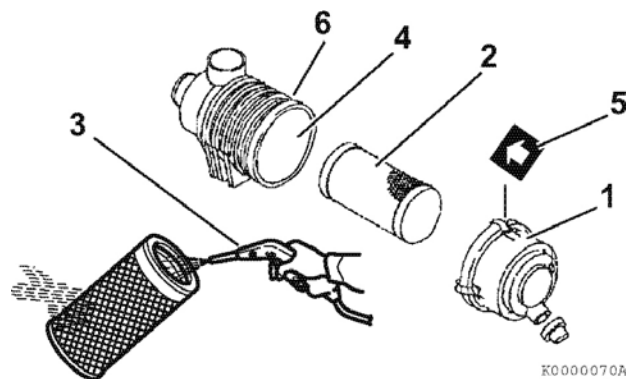

Рисунок 46
1. Отцепите и снимите крышку фильтрующего элемента воздушного фильтра (рисунок 46 (1)).
2. Удалите фильтрующий элемент (рисунок 46 (2)) (внешний фильтрующий, если воздушный фильтр оснащен двумя элементами).
3. Продуть (рисунок 46 (3)) фильтрующий элемент в направлении изнутри-наружу сжатым воздухом под давлением 0.29 - 0.49 МПа, 3.0 - 5.0 кгс/см², чтобы удалить частицы пыли. Следует применять минимально низкое давление воздуха, чтобы не повредить фильтрующий элемент при удалении пыли.
7. Повторно установите фильтрующий элемент в корпус воздушного фильтра (рисунок 46 (4)).
8. Повторно установите крышки воздушного фильтра, удостоверившись, что направление стрелки (рисунок 46 (5)) на крышке совпадает со стрелкой на корпусе (рисунок 46 (6)).
Следует заменять фильтрующий элемент воздушного фильтра (рисунок 46 (2)) через каждые 500 часов работы двигателя, даже если фильтрующий элемент не поврежден и не загрязнен.
При замене фильтрующего элемента, необходимо очистить внутреннюю часть корпуса воздушного фильтра (рисунок 46(4)).